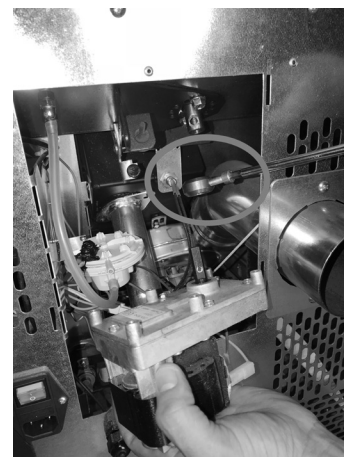

Fig. 90 - Rimozione motoriduttore
- Rimuovere il motoriduttore svitando la vite che lo blocca (vedi **Fig. 90**).